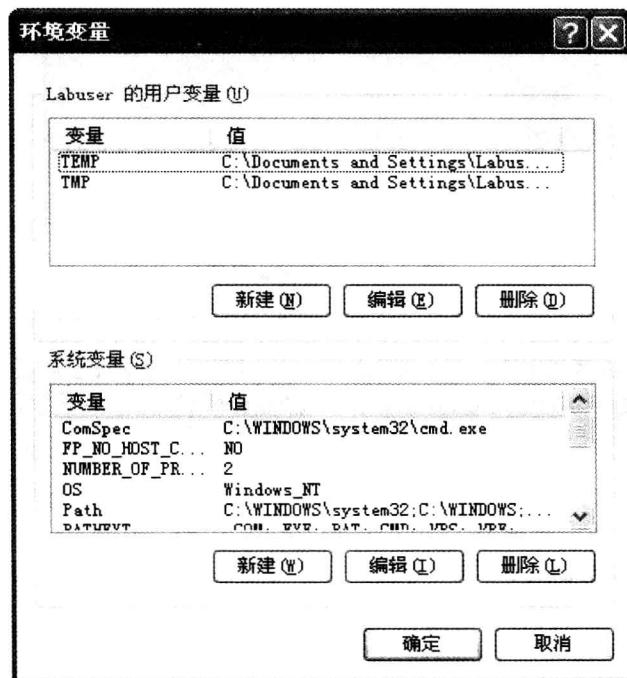

图 1.3 “环境变量”对话框
- ② 然后选择“高级”→“环境变量”命令,打开“环境变量”对话框,如图 1.3 所示。
注意:如果在设置为非中文语言后需要恢复到中文,可直接在图 1.3 所示的环境变量窗口中选中 LANG 变量,然后单击“删除”按钮即可。